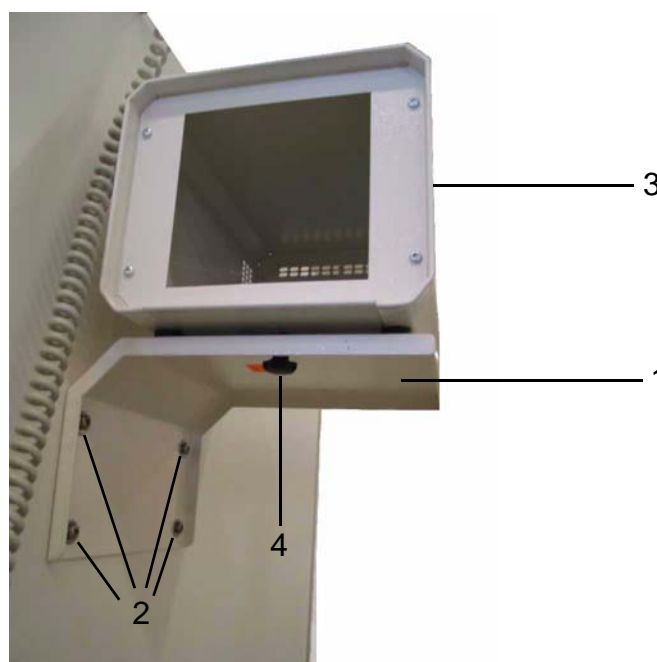

Fig 1-1
- Monter le carter comme suit : → *Fig 1-1* (page 1)
- Placer la console (1) contre l'enceinte d'essais et serrer avec 4 vis (2)
- Monter l'imprimante à points 6 couleurs fournie par le client dans le carter (3)
- Poser le carter (3) sur la console (1) et le fixer à l'aide de vis poignée-étoile (4).
- Insérer le câble de raccordement pour les E/S analogiques dans le panneau de l'interrupteur principal et dans le port X59 du carter (3).